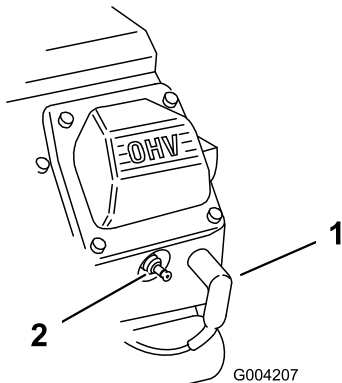

图 47
2. 将电线拉离火花塞（图 47）。
3. 将电线压到火花塞上（图 47）。